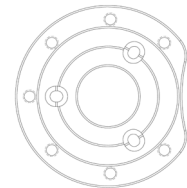

Abb. 1
2. Abdeckplatte, 6" bis 9,25" Abb. 1